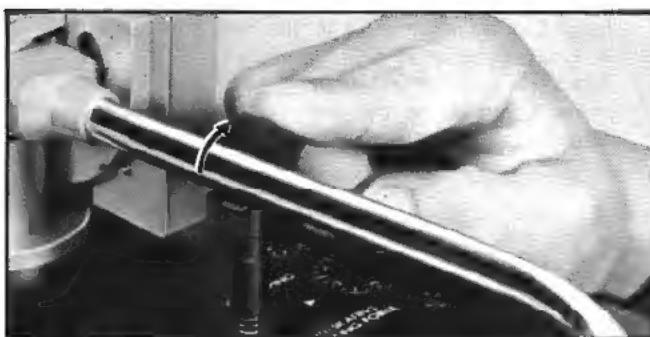

Fig. 8 Abb. 8
#### 5. Tonearm height adjustment (Figs. 8, 9, 10)
2. Remove the clamp. (Fig. 8)
#### 5. Tonarm-Höheneinstellung (Abb. 8, 9, 10)
2. Entfernen Sie die Tonarmklemme (Abb. 8).
#### 5. Réglage de la hauteur du bras de lecture (Figs. 8,9,10)
2. Enlever l'étrier (Fig. 8).